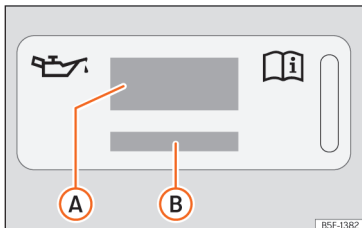

Fig. 176 No compartimento do motor: etiqueta de óleo do motor
Legenda da >>> Fig. 176:
Se tiver de adicionar óleo do motor, utilize um dos óleos indicados na etiqueta >>> Fig. 176. A etiqueta com a norma prescrita encontra-se na parte da frente do compartimento do motor
- Se faltar a etiqueta com a especificação do óleo do motor >>> Fig. 176, contacte uma oficina especializada.